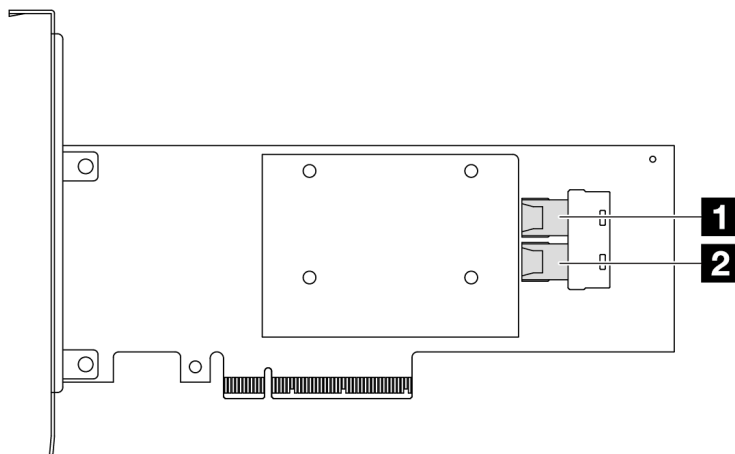

Figura 316. Um adaptador RAID/HBA Gen 3 8i SFF (dois conectores de porta)
- Figura 316 "Um adaptador HBA Gen 3 8i SFF (dois conectores de porta)" na página 353